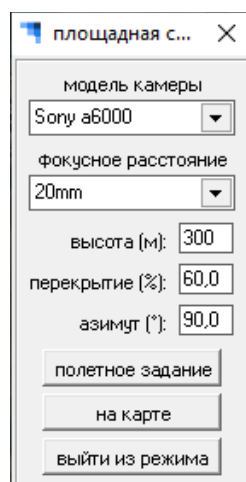

Рисунок 64 – Окно «Площадная съемка»
2) Кнопка «Площадная съемка» открывает/закрывает окно функции автоматического расчета маршрута для выполнения аэрофотосъемки площадного объекта (Рисунок 64).